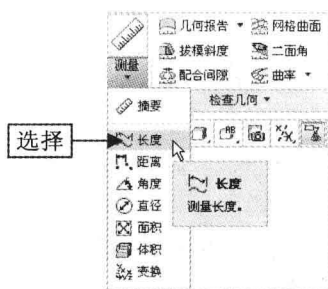

图 7-89 选择“长度”选项
Step 02 单击“测量”面板中“测量”下方的下拉按钮，在弹出的下拉列表中选择“长度”选项，如图 7-89 所示。